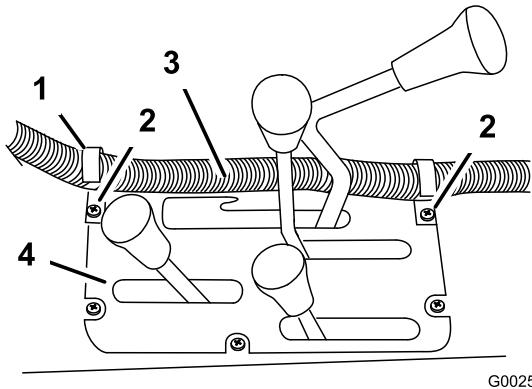

図 26
6. 既存のネジを使って、Jクリップ2個をセンター・コンソールに図 26のように取り付ける。